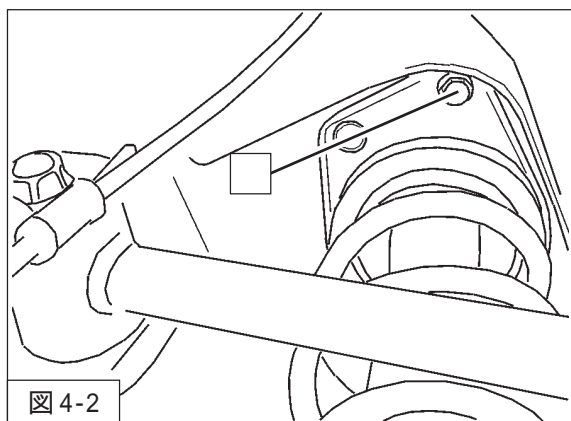

図4-2
4. アッパーマウント取付ボルト (締付トルク: 23.5~31.7N・m) を取付けてください。(図4-2)